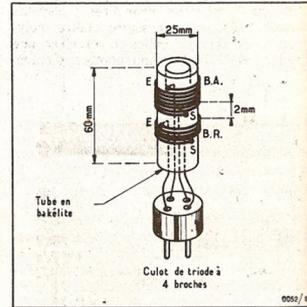

Fig. 6. — Réalisation des bobinages. B.A. : bobinage d'accord ; B.R. : bobinage de réaction ; E et S : entrées et sorties de ces bobinages.
L'on casse autant de lampes à 4 broches (fig. 5) que l'on désire réaliser de bobinages ; le culot de celles-ci étant débarrassé des débris de verre pouvant y rester, il n'y a plus qu'à emboîter sur chacun de ces culots 60 mm de tube en bakélite de 25 mm de diamètre (fig. 6) ; le fil de cuivre doit être bien tendu pendant que l'on effectue le bobinage des spires ; les entrées (EE) et sorties (SS), du fil de cuivre sont passées dans des petits trous percés sur le tube en bakélite, et bloqués dans une fente